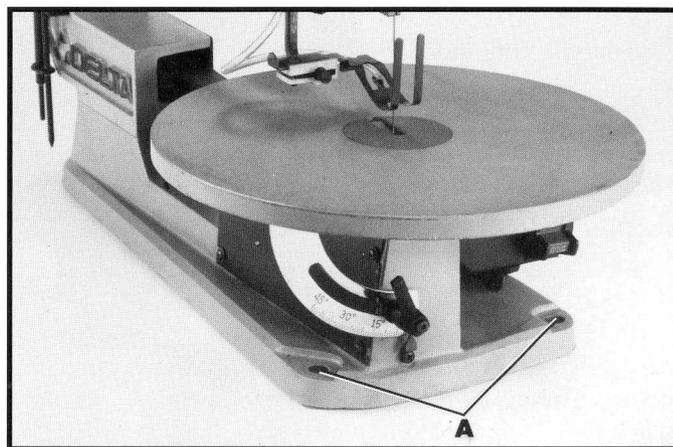

Fig. 2
Cette scie à chantourner **DOIT** être bien fixée à un support ou à un établi aux trois trous, deux de ces derniers étant illustrés par (A) fig. 2. Le troisième trou se trouve à l'arrière de la machine.